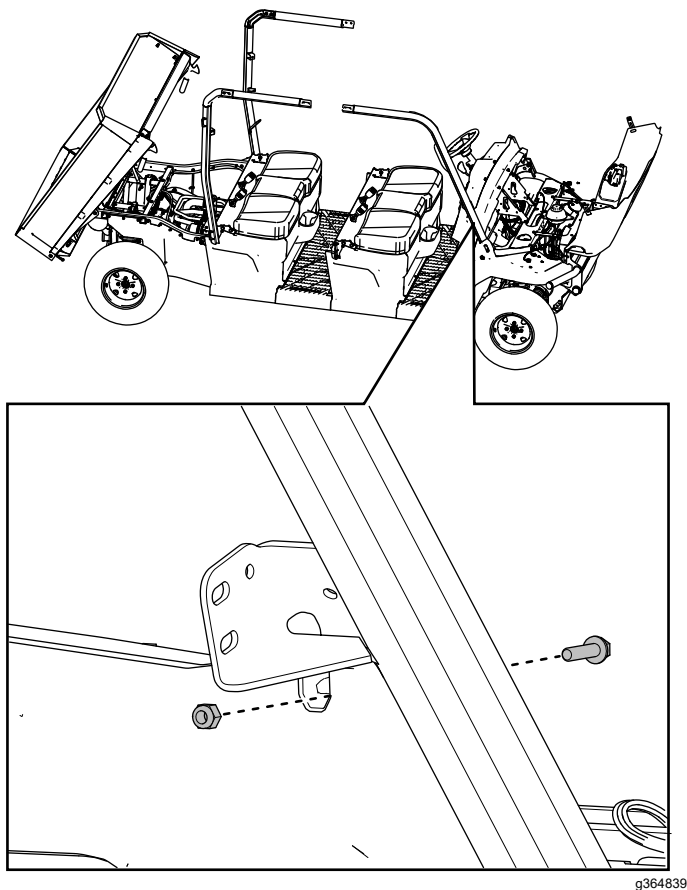

Figure 45
11. Fixez légèrement la barre avant droite de l'arceau de sécurité sur la planche de bord à l'aide de 1 boulon à tête hexagonale à embase ($\frac{1}{4}$ x 1 po) et de 1 contre-écrou ($\frac{1}{4}$ po), comme montré à la Figure 45.